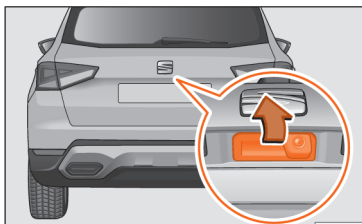

Abb. 58 Heckklappe: Öffnen von außen
- **Öffnen:** Drücken Sie leicht den Haltegriff. Sie öffnet sich selbsttätig. >>> **[Abb. 58].**